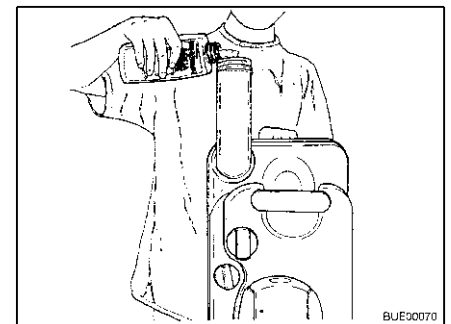

Fig. 221 Remplir de liquide pour sanitaires
- Remplir le réservoir pour matières fécales de la quantité indiquée de liquide pour sanitaires (Fig. 221).